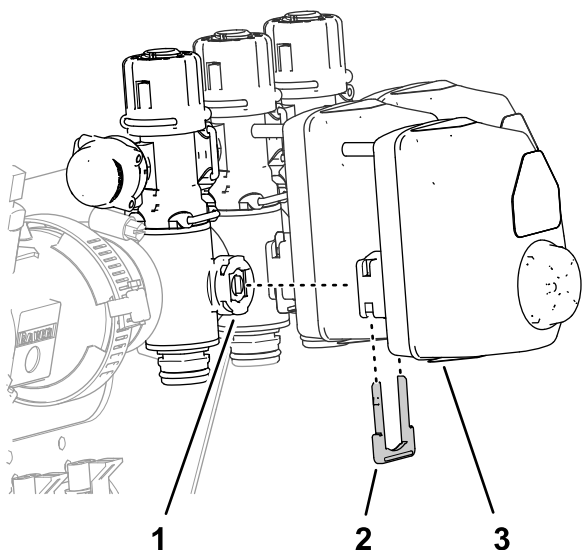

Figura 62
1. Retire os três retentores que prendem os três acionadores das válvulas às válvulas da seção esquerda, central e direita (Figura 62).
2. Retire os acionadores das válvulas das válvulas da secção esquerda, central e direita (Figura 62).
10. Monte os três acionadores de válvula às válvulas da secção esquerda, central e direita (Figura 62) com os retentores que retirou no passo 1.